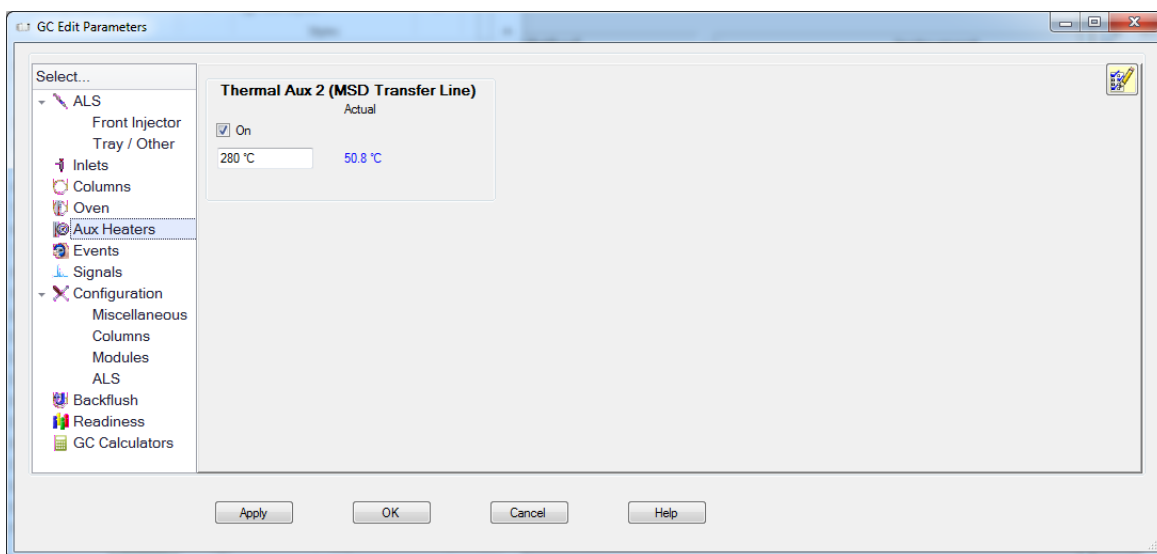

Figure 38 Fenêtre de modification des paramètres du GC 8890
- 2 Cliquer sur l'icône **Aux Heaters** (Chauffages aux) pour modifier la température de l'interface. (Voir **Figure 38**.)